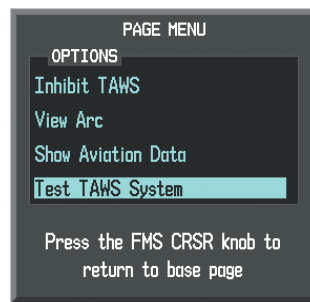

Figure 6-125 TAWS-B Page Menu
- 2) Press the **MENU** Key (Figure 6-125).